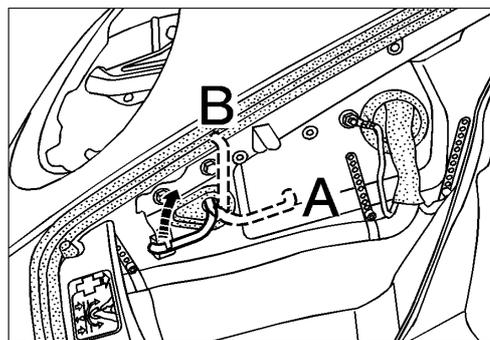

Bild 2
- 2.1 Entriegelungshebel für Scheinwerfer aus dem Halteclip aushängen und um 180° nach hinten drehen (Bild 2, Pos. A).
- 2.2 Entriegelungshebel um 90° zurückdrehen, bis dieser nach oben zeigt (Bild 2, Pos. B).